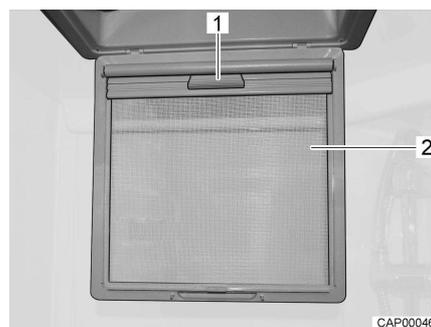

Bild 32 Verdunklungsrollo
- Insektenschutz (Bild 32,2) nach unten klappen.
- Verdunklungsrollo am Griff (Bild 32,1) nach unten ziehen, bis es auf der Gegenseite einrastet.
- Verdunklungsrollo am Griff (Bild 32,1) ausrasten und langsam in die Ausgangsstellung zurückführen.
- Insektenschutz (Bild 32,2) nach oben schwenken, bis er einrastet.